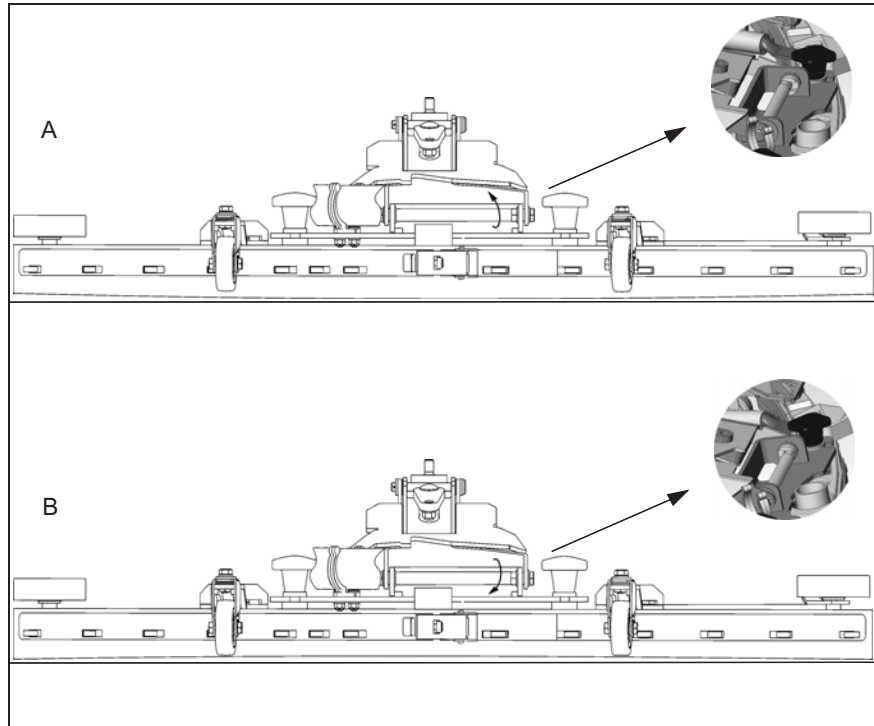

Abb.13
2. Befestigungsschrauben der Einstellschraube (Abb. 13) lösen und mit dem Exzenter der Einstellschraube (SW13) den Saugfuß so einstellen, dass die Enden der Dichtleisten gerade noch Bodenkontakt haben.